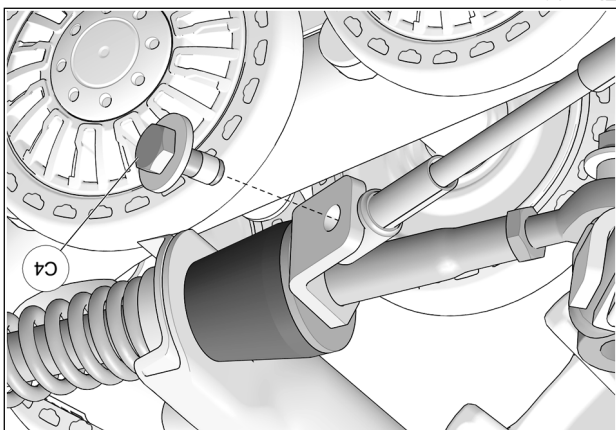

Fig. 19
14. Tourner légèrement le volant dans le sens contraire jusqu'à ce que le câble puisse être fixé à la plaque de support en utilisant le boulon **(C4)** fourni. Serrer à un couple de 35 N•m [24 lb•pi]. Voir la Fig. 19. Effectuer le même exercice du côté droit.